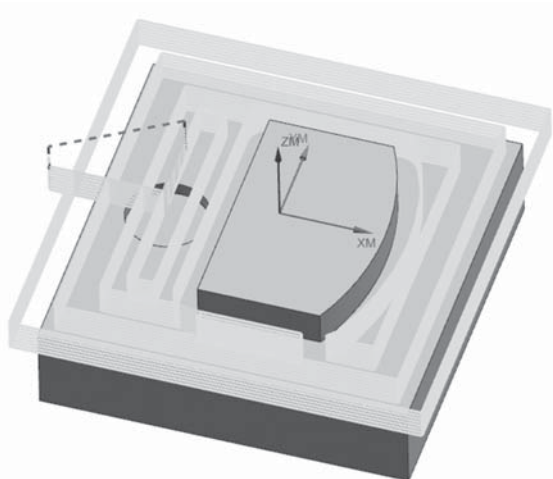

图 2-1-29 刀轨预览
(5) 在“刀轨设置”对话框中的“底面毛坯厚度”文本框中填入 8 (加工面到毛坯顶面的深度), “每刀切削深度”文本框中填入 1 (铣刀每层铣削深度), 单击“操作”区域中的  图标, 预览刀具路径参数的设置效果, 如图 2-1-29 所示。